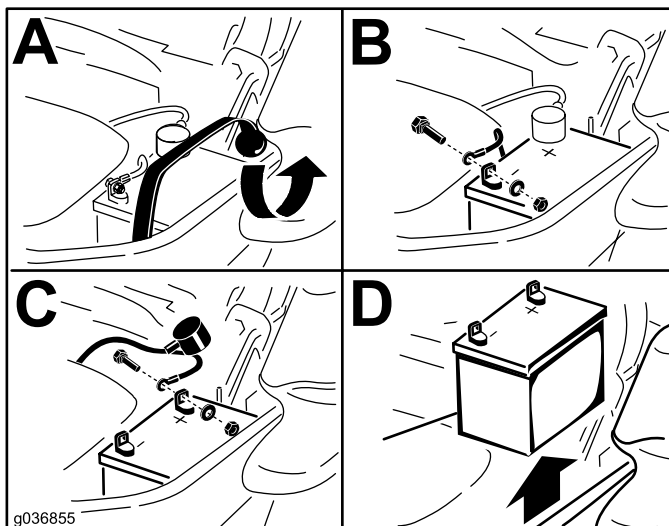

Figure 54
3. Retirez la batterie, comme montré à la Figure 54.
4. Fixez les câbles avec 2 boulons, 2 rondelles et 2 contre-écrous (Figure 54).
6. Fixez la batterie en place à l'aide de la sangle en caoutchouc (Figure 54).
1. Placez la batterie dans son support en tournant les bornes à l'opposé du réservoir hydraulique (Figure 54).